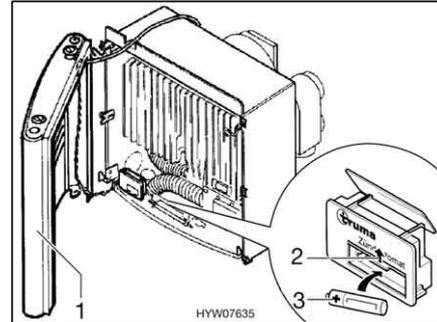

Bild 125 Heizung geöffnet
- Verkleidung (Bild 125,1) seitlich anstellen, damit die Anschlusskabel für das Warmluftgebläse sowie für die Zünd-Kontroll-Lampe nicht ausgesteckt werden müssen.
- Die Abdeckung des Batteriefachs am Zündautomaten (Bild 125,2) nach oben schieben.
- Eine neue Batterie (Bild 125,3) gleichen Typs polrichtig (+/-) in das Batteriefach des Zündautomaten einsetzen. Nur temperaturbeständige (+70 °C) und auslaufsichere Mignon-Batterien verwenden.